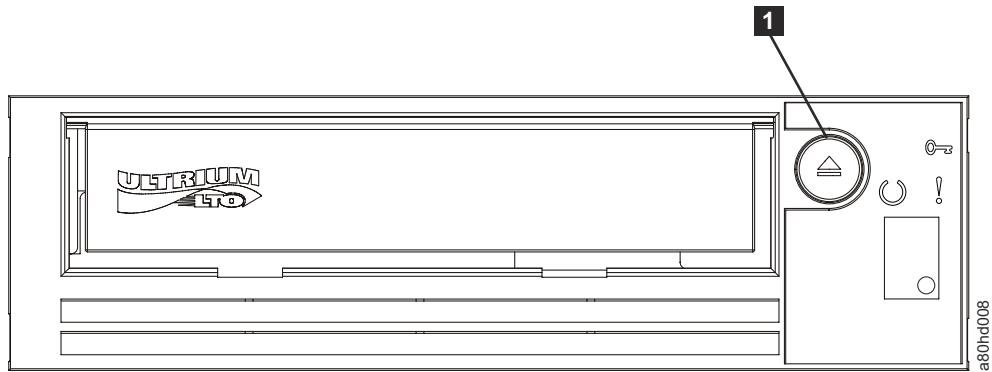

図 17. ドライブのリセット
ドライブおよびシステムの電源オフにすることなく、ドライブをリセットすることができます。ドライブが応答しなくなった場合に、この動作が必要になることがあります。テープ・ドライブのフロント・パネルで、**排出ボタン**を 10 秒間 (21 ページの図 17) 押し続けます。ドライブは、重要な技術データのメモリー・ダンプをドライブ・メモリーに強制的に作成し、既存のダンプを上書きします。ドライブは再起動して通信可能になります。
2. 排出ボタンを押します。最新の機能について詳しくは、121 ページの図 17 のドライブはテープを巻き戻して、カートリッジを排出します。テープが巻き戻し中は作動可能/アクティビティ LED は緑色で点滅し、カートリッジが排出される前に消灯します。